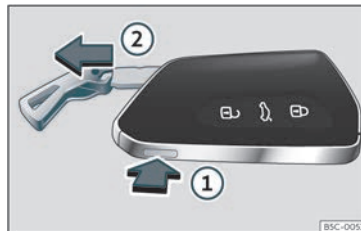

Fig. 71 Chave do veículo: retirar o palhetão.
- Se pressionar o botão»» Fig. 71 ① uma vez o palhetão desbloqueia-se e aparece uma argola em forma de porta-chaves.
- Mantenha o botão ① pressionado e, simultaneamente, puxe a argola na direção da seta»» Fig. 71 ② para retirar totalmente o palhetão.